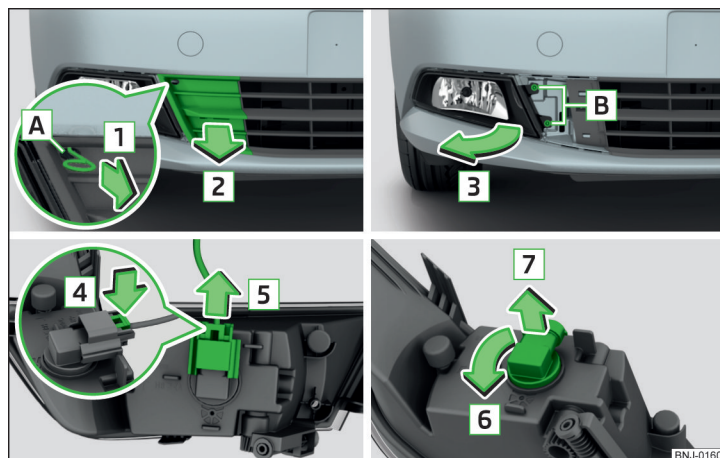

Fig. 192 Demontarea farului de ceață / Înlocuirea becului pentru farul de ceață
- Desprindeți grilajul de protecție prin tragerea de cârlig, în sensul săgeții **1** » fig. 192.
- Comprimiți elementul de blocare de pe conector, în sensul săgeții **4** » fig. 192.
- › Introduceți farul de ceață în sens contrar săgeții **3** » fig. 192 și înșurubați-l.